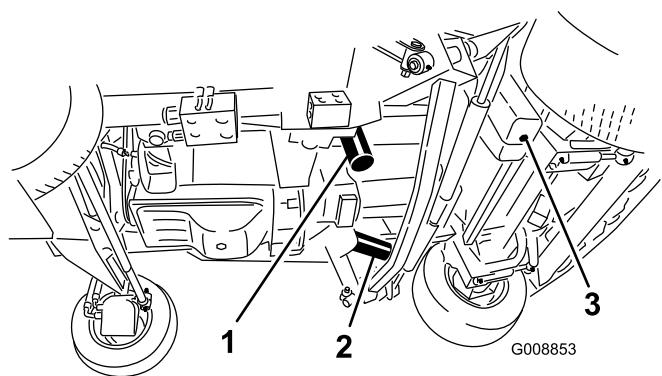

Figura 90
3. Retire el tapón de vaciado (Figura 90) de la parte inferior del depósito y deje que se drene el aceite hidráulico al recipiente. Coloque el tapón de vaciado cuando el aceite hidráulico se haya drenado.
4. Limpie alrededor de la zona de montaje de los filtros. Coloque un recipiente debajo del filtro y retire el filtro (Figura 90).